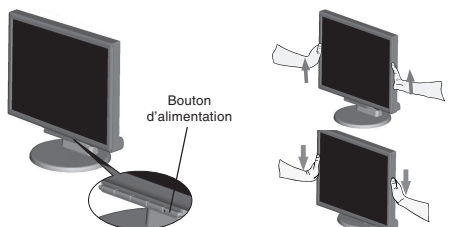

Figure C.1
7. Allumez le moniteur avec le bouton d'alimentation situé à l'avant ainsi que l'ordinateur (Figure C.1).